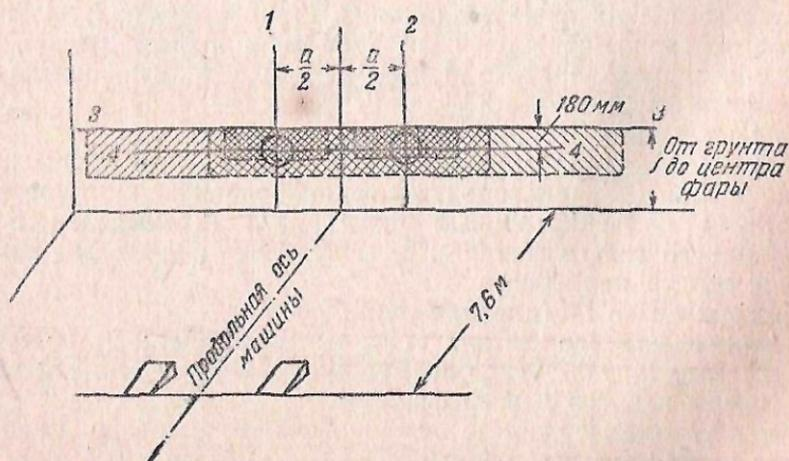

Рис. 102. Разметка экрана для регулировки света фар
Для регулировки света фар автомобиль должен быть установлен на горизонтальной площадке так, чтобы его передняя часть была параллельна установленному экрану (рис. 102) и находилась от него на расстоянии 7,6 м. При этом вертикальная осевая линия
- 2) провести на экране горизонтальную линию 3—3 (рис. 102) на высоте центра фары и линию 4—4 ниже линии 3—3 на 180 мм (7");